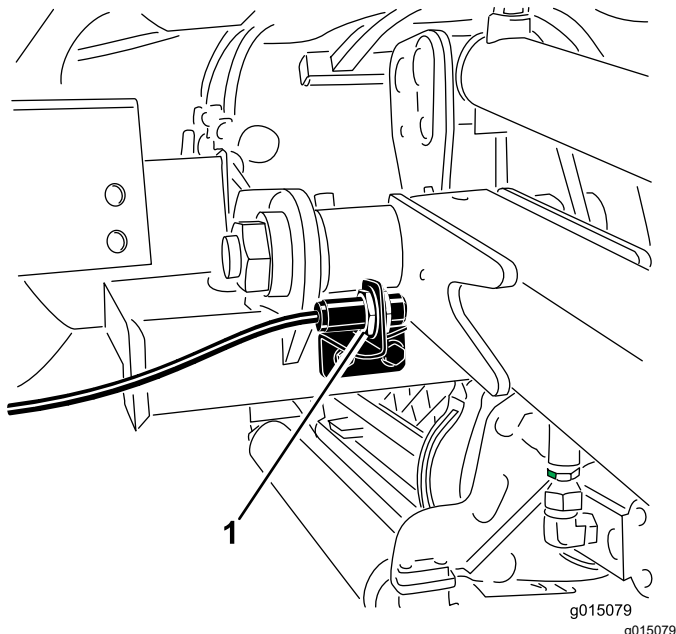

Figure 73
2. Le contacteur des bras de levage se trouve derrière le bras de levage avant droit (Figure 73).
3. Desserrez les vis de fixation du contacteur (Figure 73) et montez le contacteur pour augmenter la hauteur du changement de direction des bras de levage ou abaissez-le pour réduire la hauteur du changement de direction.